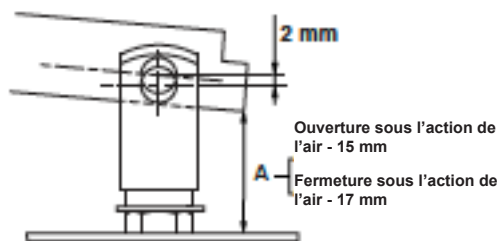

Figure 16 - Réglage du levier (113)
- B. Installez le levier (113) avec le trou de positionnement de la bride à ressort (115) tourné vers le haut, installez la goupille (105) dans le trou A, puis installez la goupille (18) dans la chape (104a). Remarque : Toutes les goupilles doivent être légèrement graissées avant le montage.
- C. Appuyez sur le levier du côté de l'actionneur pour vérifier l'absence de fuites au niveau du clapet/de la bague de siège à une pression différentielle ΔP de 3,5 barg (50 psig). Si la vanne est équipée d'un volant, le levier (113) ne doit pas toucher la butée du bras de levier (122). Si la vanne fuit, relâchez la pression au niveau de l'admission et retirez la goupille (18) de la chape (104a), puis desserrez l'écrou (103). Desserrez la tige du clapet afin de déplacer la chape vers le haut (104a). Un tour complet permet de la déplacer vers le haut sur 1 mm. Ensuite, resserrez le contre-écrou (103).
- D. Vérifiez que la distance entre la goupille de la chape (104b) et le trou dans le levier (113) est d'environ 2 mm. Si nécessaire, réglez la position de la chape (104a) pour obtenir cette distance ; voir la figure 16. Cette valeur assure la compression initiale du ressort de l'actionneur (134).
- E. Appliquez une pression d'air suffisante au niveau de l'actionneur pour entraîner la chape de piston (104b) vers le haut. Couplez la chape au levier (113) à l'aide de la goupille (124).
- F. Relâchez la pression de l'actionneur et répétez l'essai de fuite du clapet/de la bague de siège à une pression différentielle ΔP de 3,5 barg (50 psig). La dimension A doit être identique à celle de la figure 16. Relâchez la pression de la vanne une fois cette étape terminée.